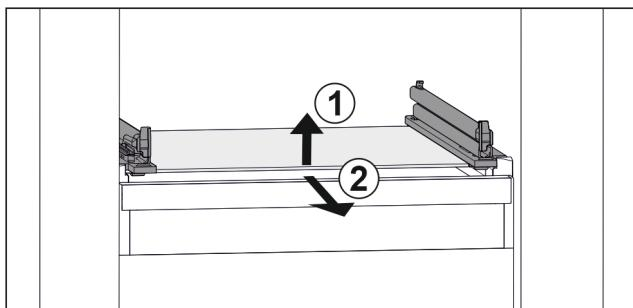

Fig. 35 Príklad zobrazenia sklenenej dosky
- Nadvihnite sklenenú dosku vpred. Fig. 35 (1)
- Odoberte sklenenú dosku dopred. Fig. 35 (2)